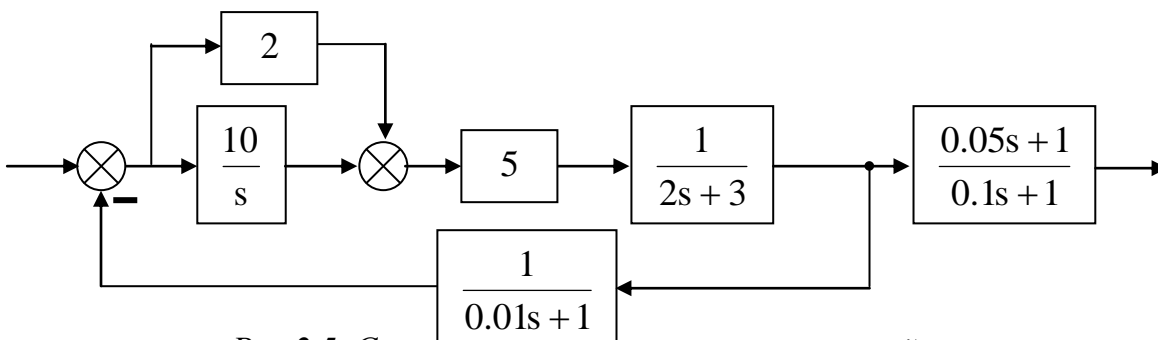

Рис.2.5. Структурная схема автоматической системы.
**Задание 2.** Создайте модель системы, структурная схема которой показана на рис.2.5.